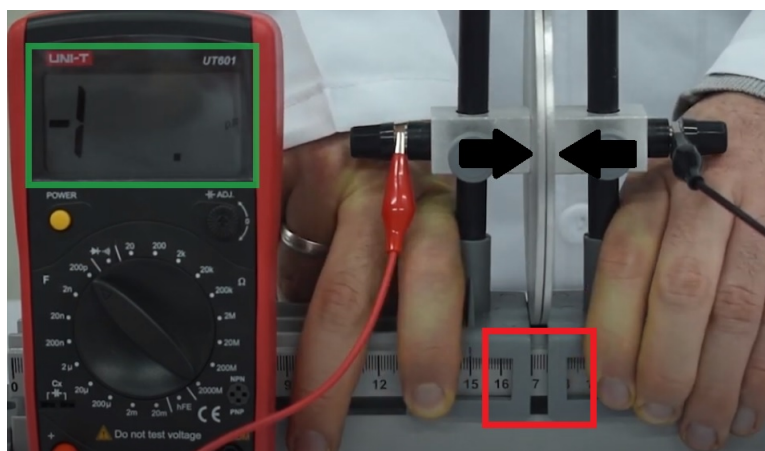

Figura 6.6: Sistema listo para iniciar mediciones.
6. Utilice sus manos para juntar las placas paralelas y garantizando que queden realmente paralelas haciendo una ligera presión en las direcciones que indican las flechas negras de la figura 6.6 hasta conseguir el contacto entre las dos placas. Verifique que en la pantalla del capacitmetro se observe un -1 (recuadro verde en la figura 6.6), este valor representa un infinito de la medida.
7. Una vez tenga el sistema como se observa en la figura 6.6 estará listo para iniciar la toma de mediciones. Pero, ¡OJO! tenga presente que como se puede ver en el recuadro rojo de la figura 6.6, aunque las placas se encuentren en contacto existe una separación de mas o menos unos 5 mm, entonces es claro ver que en este momento la distancia de separación de las placas es de 0 mm y desde allí se empezara a medir la distancia de separación.
8. Desplace la PLACA 2 (vea la figura 6.6) 2 mm en dirección tal que se despegue de la PLACA